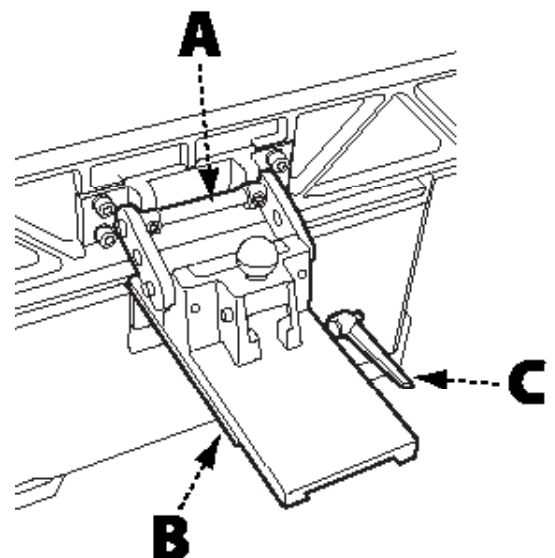

FIGURE 4
4. Faites glisser le guide assemblé (A) sur le support du guide (B). Le bord gauche du guide doit être aligné avec le bord gauche du support. Le bord de la queue d'aronde sur le côté droit doit être en prise avec la pince à queue d'aronde. Serrez solidement la poignée de blocage à ressort et alignez l'ensemble. Assurez-vous que le dispositif de protection rouge coulissant se déplace librement et s'attache aux aimants sur le côté arrière du guide. Voir Figure 4.